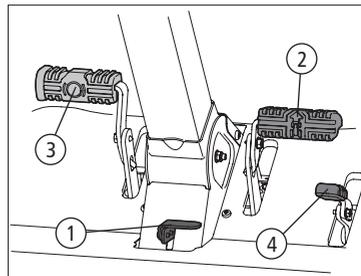

Fig. 19
- Libere o freio estacionário (1). Mova a alavanca do acelerador/afogador para a posição rápido, [Fig. 19].
- Para seguir em frente, lentamente pressione o pedal de avanço (2) até que a velocidade desejada seja alcançada.
- Para parar ou reduzir a velocidade, tire o pé do pedal de avanço (2) ou pedal de ré (4). Para acionar o freio estacionário (1), pressione o pedal do freio (3) para frente e, então, pressione o pedal do freio estacionário/controlado (1) para baixo. Em seguida, solte o pedal de freio (3).
- Para utilizar o controle de velocidade (1):
- a) Pressione o pedal de avanço (2).
- b) Mantendo a velocidade desejada, pressione o pedal do freio estacionário/controlado (1) para baixo e então libere o pedal de avanço (2), a fim de ativar o controle de velocidade.
- Para desativar o controle de velocidade (1), pressione o pedal de freio (3) ou o pedal de avanço (2).
- Para conduzir em ré, verifique se não há pessoas/animais atrás e então lentamente pise no pedal de ré (4) (não use o calcanhar) até que a velocidade desejada seja alcançada.